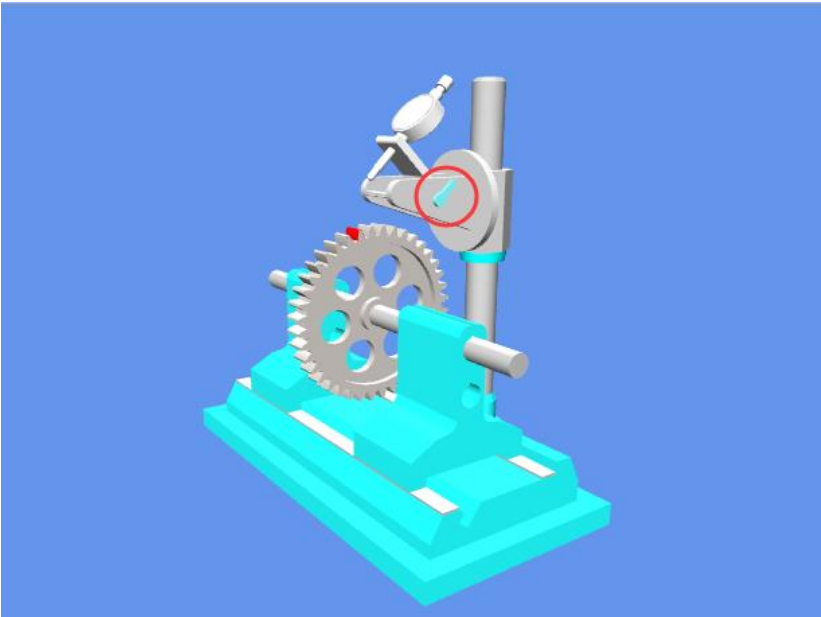

图 6 齿圈径向跳动误差测量
5. 点击“重置”按钮，齿轮、测量架、测量头、仪表界面、记录数据表格都将恢复初始状态（图 6），便于再次进行实验。